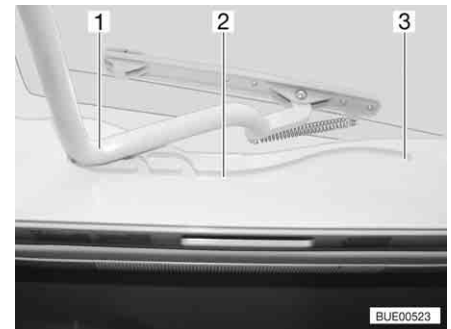

Fig. 55 Lanterneau Heki, glissière
- Tirer l'étrier (Fig. 55,1) dans les glissières (Fig. 55,2) jusque dans la position la plus reculée (Fig. 55,3).
- Pousser l'étrier (Fig. 55,1) légèrement vers le haut avec les deux mains.
- Tirer l'étrier dans les glissières (Fig. 55,2) jusqu'à la position souhaitée.